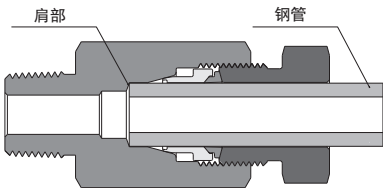

图2
- 2. 将管子插入到接头本体或阀体的端口上，拧紧卡套螺母至手紧位置，并确保管子稳固地抵在端口的肩部 (图 2)。